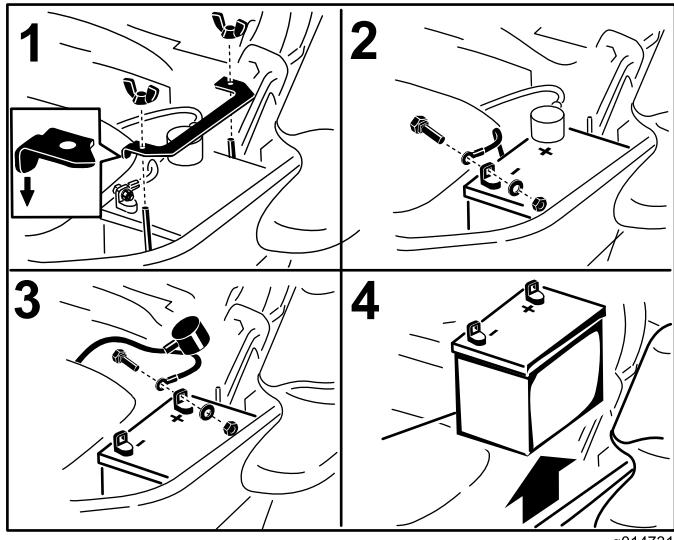

Figura 46
3. Scollegate prima il cavo negativo della batteria (nero) dal morsetto negativo (-)(nero) della batteria (Figura 46).
4. Sfilate la guaina rossa dal morsetto positivo (rosso) della batteria e togliete il cavo positivo (+)(rosso) della batteria (Figura 46).
5. Togliete il dado ad alette che fissa la fascetta della batteria (Figura 46).
6. Togliete la fascetta (Figura 46).